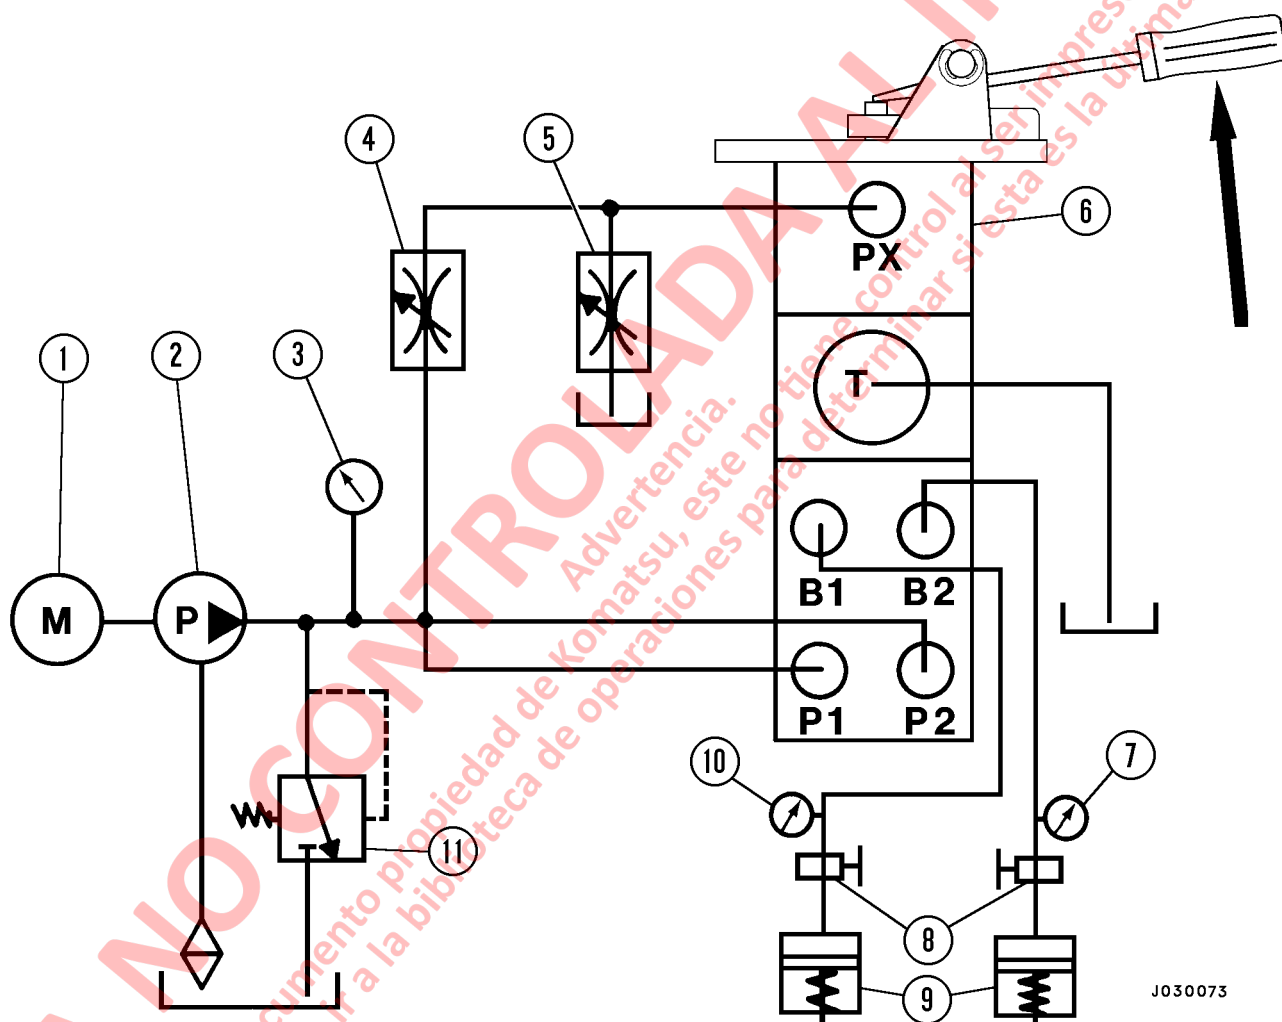

FIGURA 3-9. PREPARACIÓN DEL BANCO DE PRUEBA
- Módulo de prueba hidráulica (Consulte la Figura 3-9)
1. Coloque la válvula en el aparato para permitir que los émbolos se activen manualmente usando una palanca. Consulte la Figura 3-9.
5. Conecte los puertos de potencia regulada «B1» y «B2» a las líneas de prueba. Los dispositivos de monitoreo de presión en estas dos líneas deben tener una capacidad de 20 680 kPa (3000 psi). Conecte todos los puertos según el diagrama que se muestra en la Figura 3-9. Todos los puertos se deben usar y conectar.
2. Con un destornillador o una barra de palanca, bajo el pasador de pivote y sobre el conjunto del émbolo roscado, se puede activar cada circuito individualmente. Consulte la Figura 3-9.
8. Complete el ciclo de cada circuito 50 veces utilizando la aplicación piloto. Para ello, cierre la válvula de aguja (5, Figura 3-9) y abra la válvula de aguja (4). Lea la presión en los manómetros (7) y (10). Cierre la válvula (4) y abra la válvula (5). Los manómetros deben marcar cero.